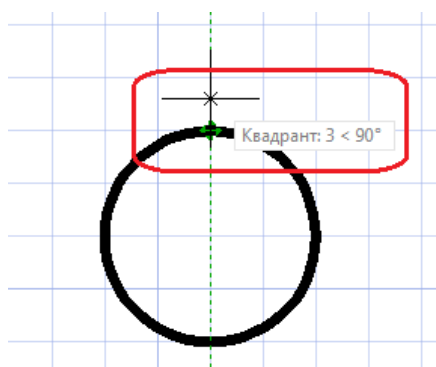

Рисунок 6.25
- подвести курсор к верхней точке квадранта Круга. После захвата точки режимом "Привязка", появления маркера, переместить курсор на ~ 3 мм выше точки квадранта и выполнить *КЛК* (рис. 6.25).